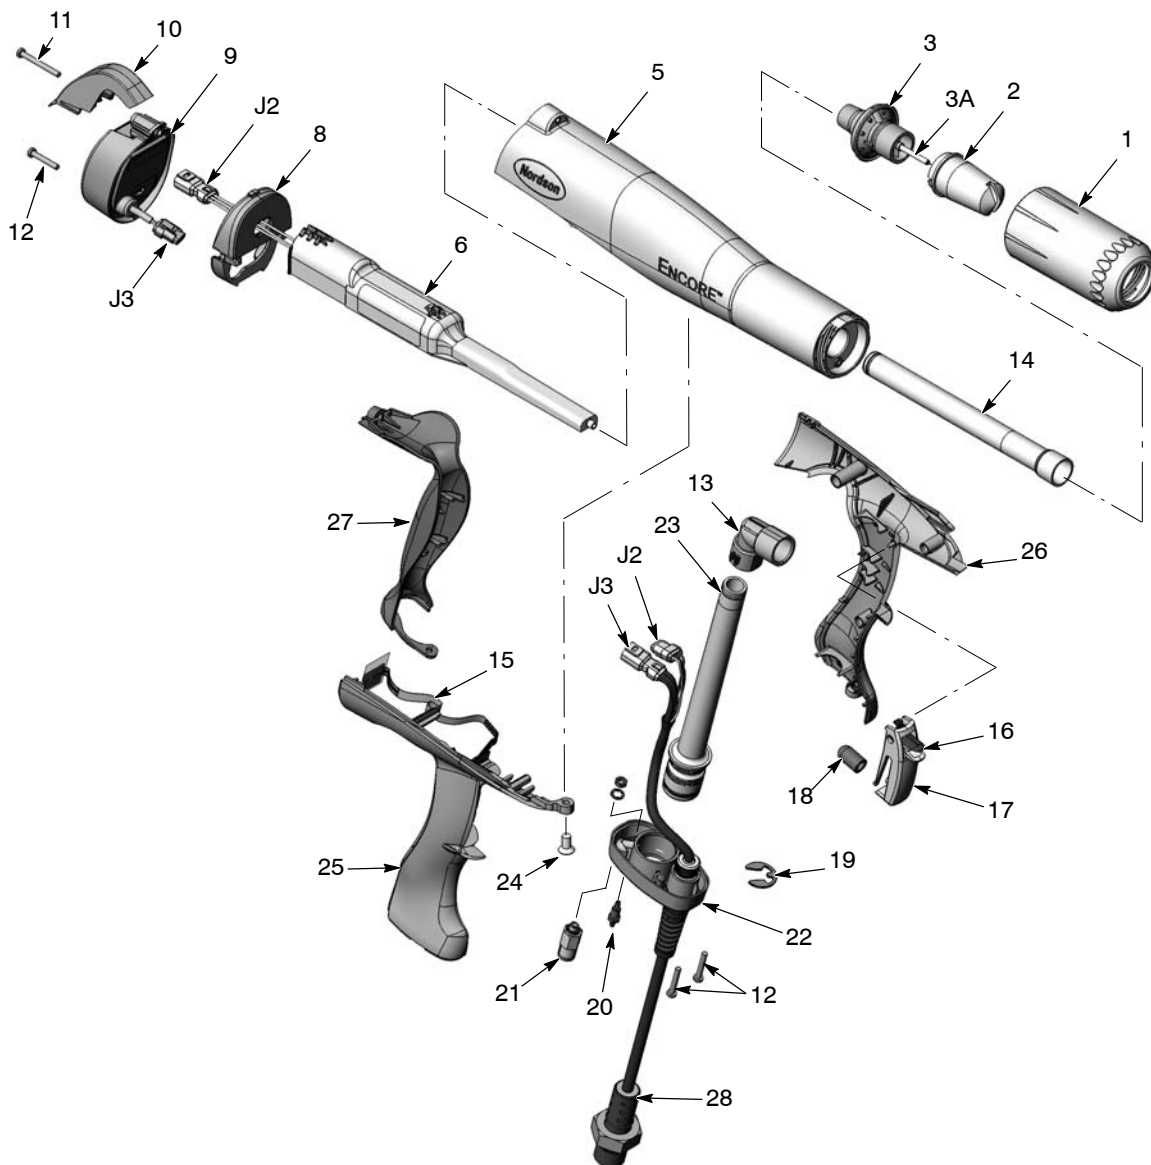
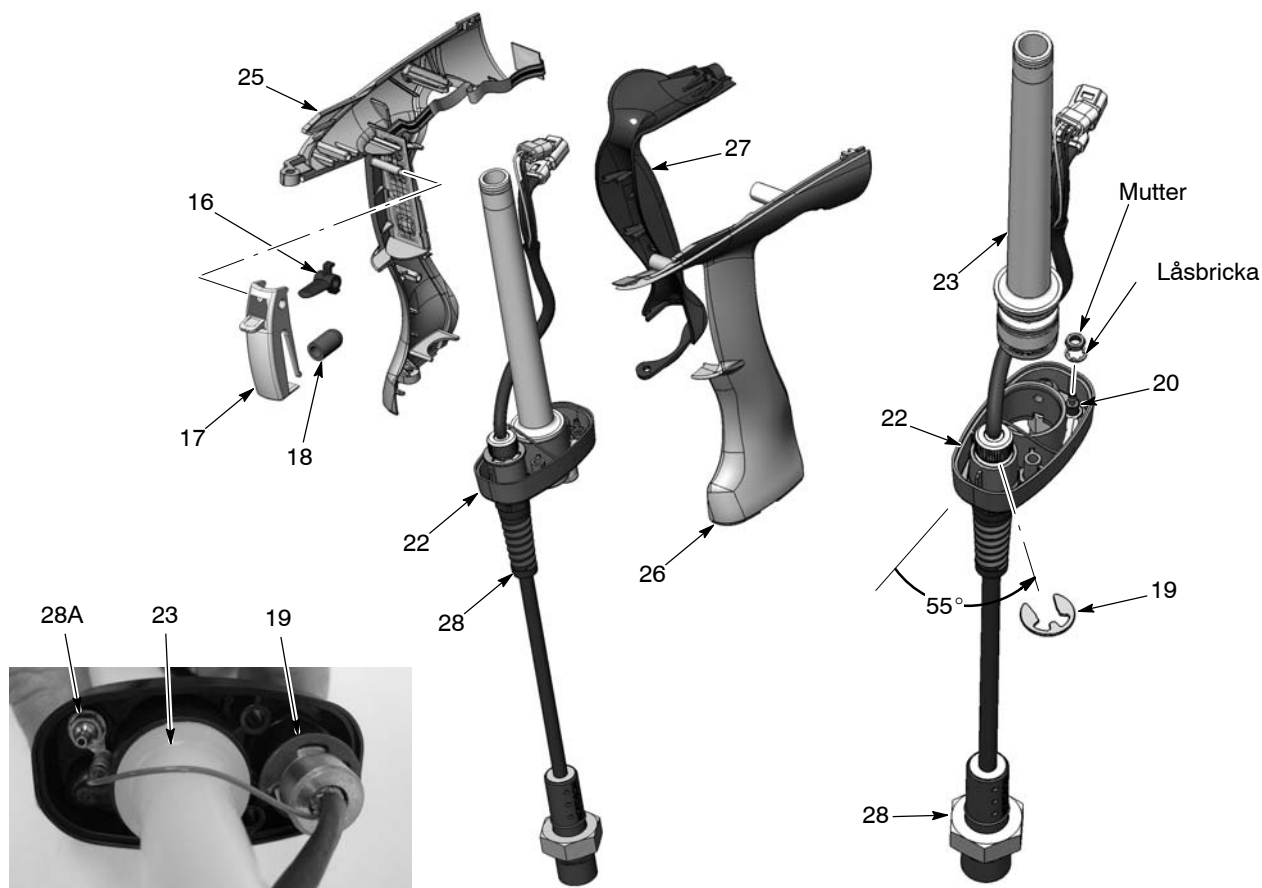
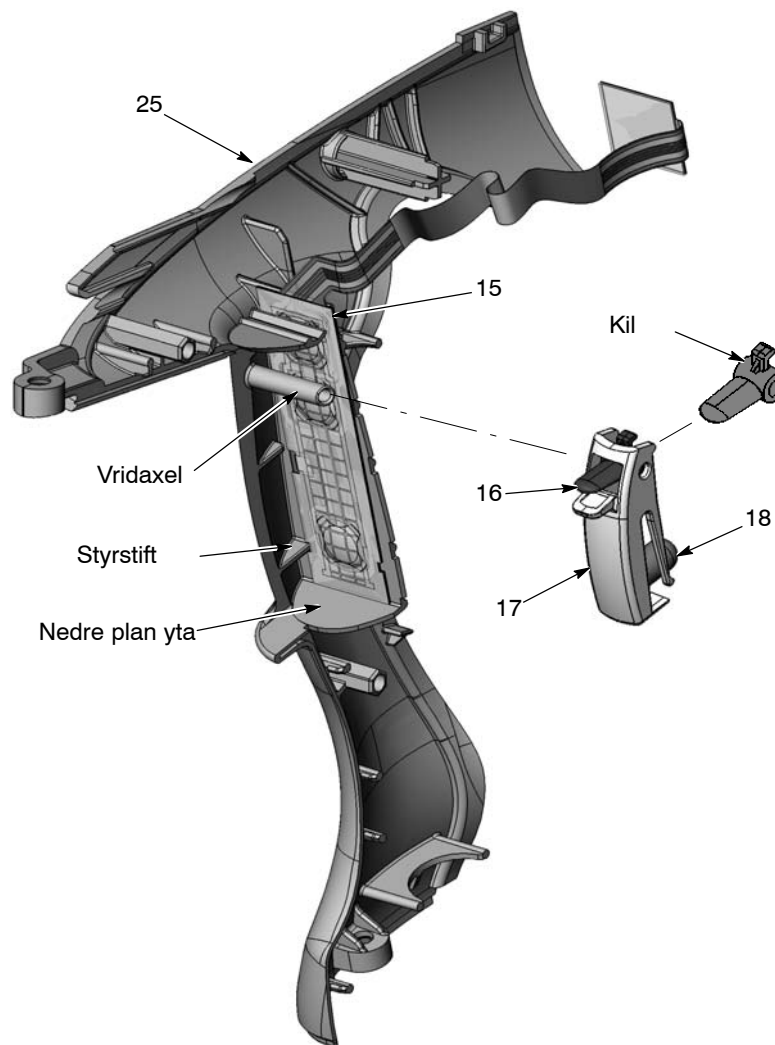

Bild 5-3 Sprängskiss av spraypistol (numreringen är densamma som i reservdelslistorna)
Bild 5-9 Slutförd pistoldelning
Bild 5-10 Triggswitch och montering av trigg
12. Se bild 5-9. Skilj den högra och vänstra handtagsdelen åt (25, 26).
14. Tag av ingångsröret för pulver (23) från basen med en svagt vridande rörelse.
15. Använd en 1/4-tums nyckel för att ta av muttern och låsbrickan från den hullingsförsedda kopplingen (20) och koppla loss den ringformade jordkontakten från kopplingen.
16. Tag försiktigt av låsringen (19) från kabeln (den kan sprätta loss och förloras), tag därefter av kabeln (28) från basen.
1. Se bild 5-9. Skjut kabeln (28) genom handtagsbasen (22) och fäst den vid basen med låsringen (19). Rikta in låsringen i den visade vinkeln.
2. Sätt i den dubbelt hullingsförsedda kopplingen (20) i basen och skjut kabelns jordanslutning över kopplingen. Sätt på låsbrickan och muttern på kopplingen och drag åt muttern.
3. Om man tog bort backventilen (21, bild 5-3), skruva in den i basen. Drag inte åt ventilen för hårt.
4. Sätt i ingångsröret med O-ringarna på plats (23) i handtagsbasen (22).
5. Se bild 5-10. Om den togs bort, sätt tillbaka triggswitchen (15) på den plana delen i den högra hadtagshalvan (25) och genom att använda styrsstiften och den nedre plana ytan för att orientera switchen rätt. Tryck ordentligt på switchen för att fästa den på plats.
6. Sätt på stötstången (18) på huvudtriggens (17) avtryckare. Studera orienteringen av inställningstriggens (16) kil, sätt därefter i den i huvudtriggen. Rikta in axelhålen i triggen och skjut därefter triggen över triggens vridaxel i den högra handtagshalvan.
10. Se bild 5-9. Kroka i den jordade handtagsdelen (27) bakom styrstiften på hadtagets baksida och vrid den jordade handtagsdelen i läge upp mot handtaget.